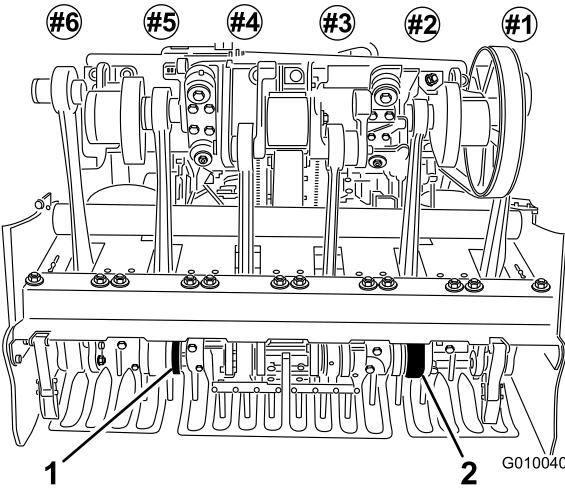

**Figure 25**
- Montez un serre-louchets sur chaque porte-louchets au moyen de 4 vis (3/8 x 1-1/2") (Figure 25), sans les serrer. Ne serrez pas les vis.